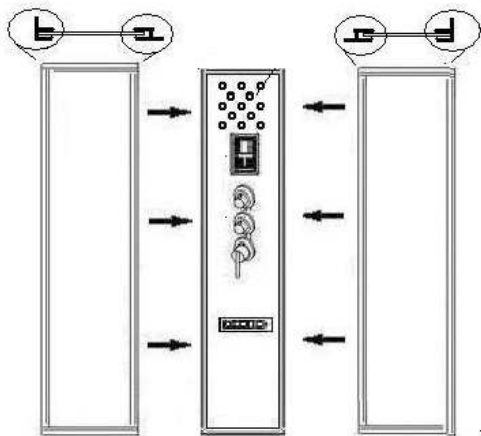

Рис. 7
6.4. Совместите крепежные отверстия на узких боковых стеклянных стенках /7/ и на центральной стойке /8/, соедините их с помощью саморезов 4*8 /47/ (рис.7).